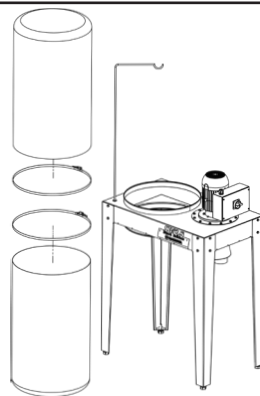

figura 5
5. Passe as cintas por dentro do saco coletor de modo que os fixadores fiquem expostos. Pendure o saco superior no suporte "L" e fixe na boca da estrutura principal. Repita o procedimento de fixação na boca da estrutura principal para o saco inferior (figura 5):